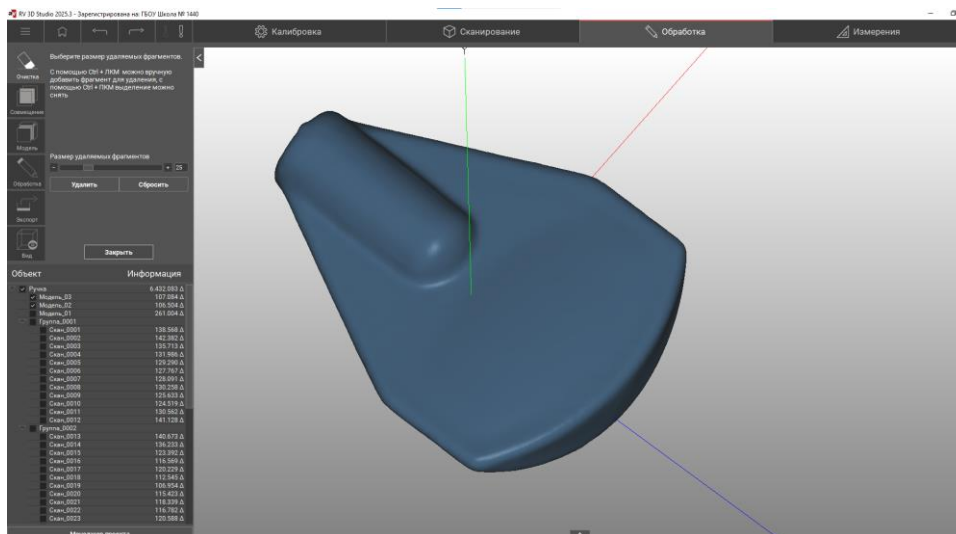

Рис. 12. Удаление шумов и лишних артефактов на скане
2. удалите шумы и артефакты (Рис. 12):